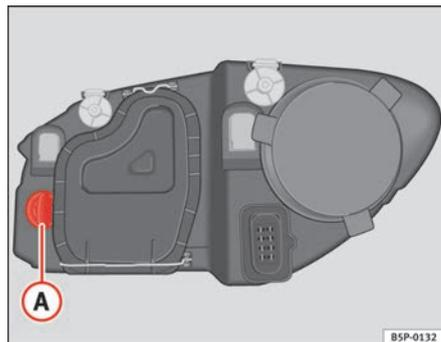

Fig. 183 Lampada luce indicatore di direzione
- Ruotare il portalampe ⇒ fig. 183 **A** verso sinistra e tirare.